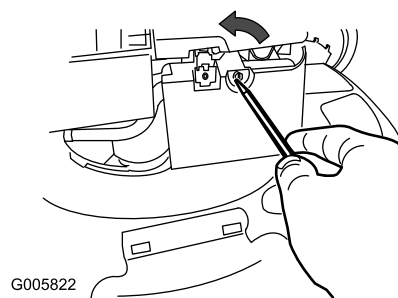

Рисунок 22
1. Используя отвертку, откройте крышку воздушного фильтра (Рисунок 22).